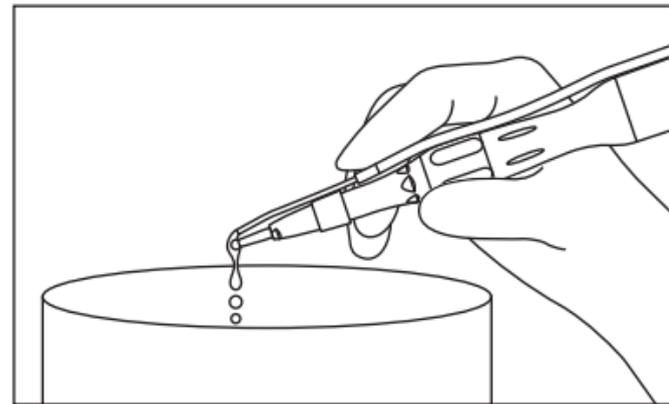

Fig. 6
2) Faites fonctionner la pièce à main en laissant écouler de l'eau propre dans le système d'irrigation pendant au moins 20 secondes du côté du fauteuil pour purger la pièce à main des fluides. (Fig. 6)